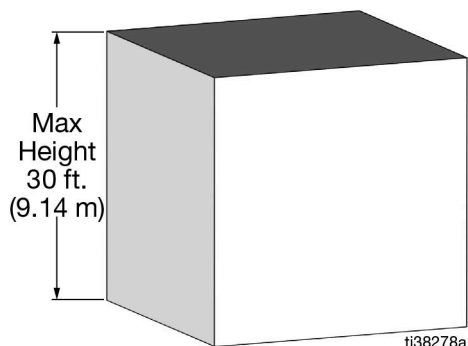
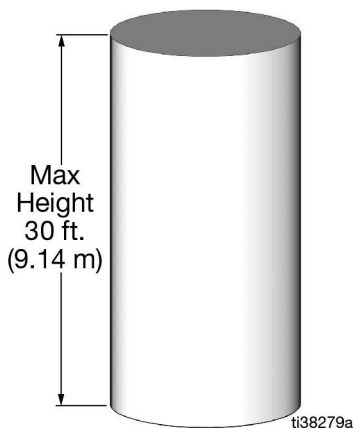

图 14
图 15
- 料桶壁在空桶或满桶时均应统一直立（图 14 和 图 15）。